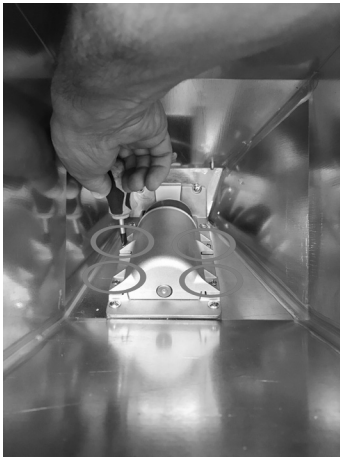

Fig. 78 - Remoção de parafusos
- Entrar no reservatório e desaparafusar os 4 parafusos do casco da rosca sem fim (ver **Fig. 78**).